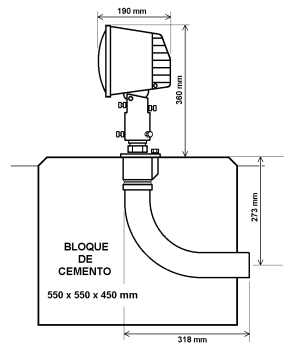

FIG 2
- A nivel del suelo con anillo de ruptura sobre tubo acodado (Fig. 2).